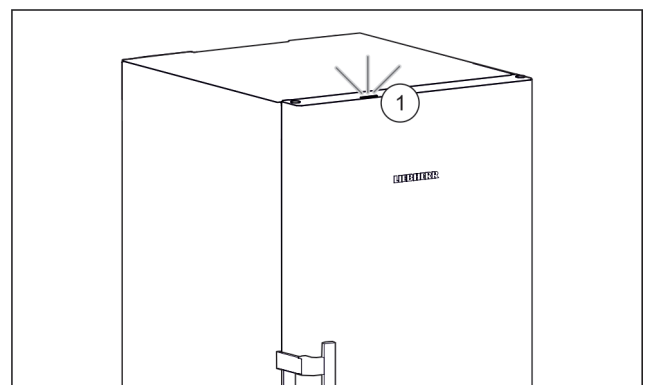

Fig. 4
Par défaut, lorsque vous mettez l'appareil en service, le voyant d'état Fig. 4 (1) est désactivé.*